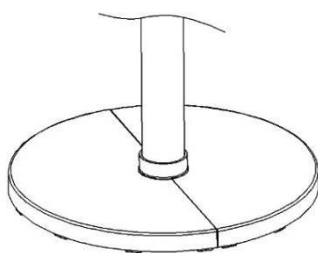

Fig. 2
2. Posizionare il tubo di supporto al centro della base. Fissarlo serrando la vite del tubo sulla parte inferiore (Fig. 2 e 3).